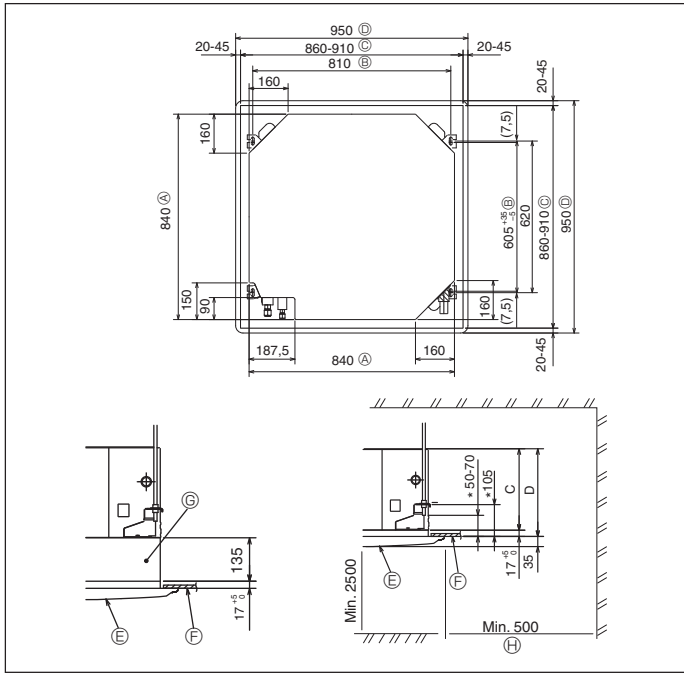

Fig. 3-2
④ Bant	8
⑤ Izgaranın montajı için rondelalarıyla (M5 x 25) birlikte vida	4
⑥ Drenaj soketi	1
⑦ İzolasyon	1
⑧ Geçme somun 1/4F(P60)	1
3.2. Tavandaki açıklıklar ve askı civatalarının yerleri (Fig. 3-2)
* Tavan açıklığının boyutları Fig. 3-2'de gösterilen aralıkta ayarlanabilir; bu yüzden, ana üniteyi tavan açıklığının karşısına ortalarak, aralarındaki açıklığın her tarafındaki karşılıklı kenarların sırayla aynı olmasını sağlayın.